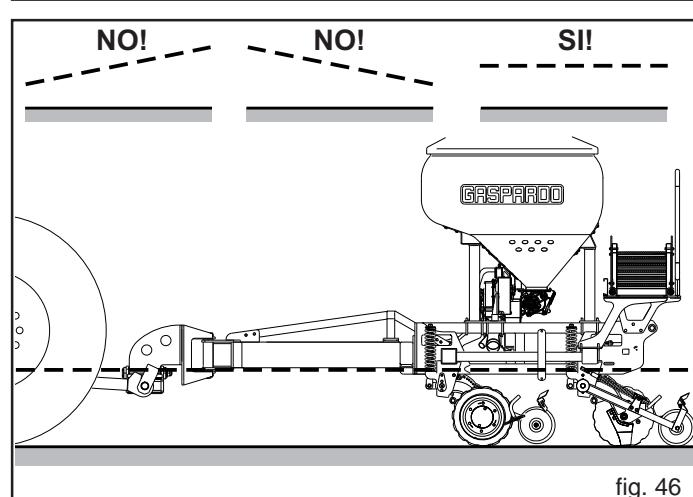

fig. 46
- 5) assurez - vous que la machine travaille toujours avec le châssis en position horizontale (Fig. 46); dans cette position seulement, la charge de la machine sera répartie de façon égale sur le deux groupes d'éléments qui sèment.